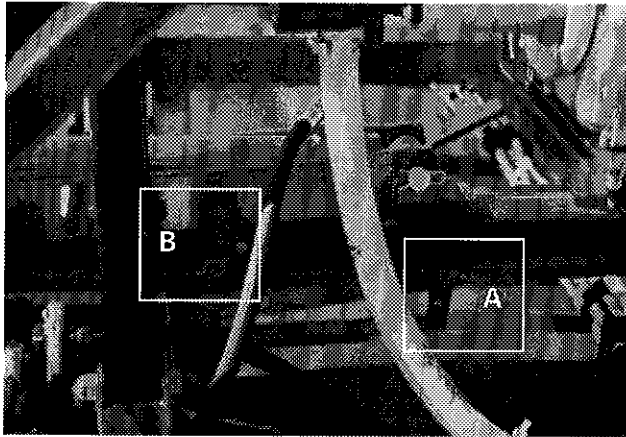

Figure 15
10) Vérifier et si nécessaire, ajuster la course du poussoir en changeant la position de la butée de fin de course "A" figure 15. Pour éviter que le cylindre ne bute, toujours garder $\frac{1}{2}$ " à $\frac{3}{4}$ " de course à chaque bout du cylindre. La position d'arrêt du poussoir lorsqu'il revient à sa position de départ s'ajuste à l'aide de la butée de fin de course "B" figure 15.